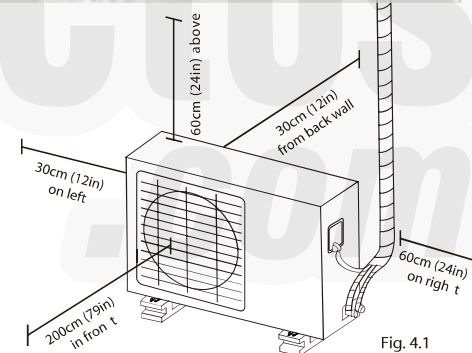

Fig. 4.1
- ☒ Cumplen todos los requisitos de espacio demostrados en los Requisitos de Espacio de Instalación (Fig. 4.1).